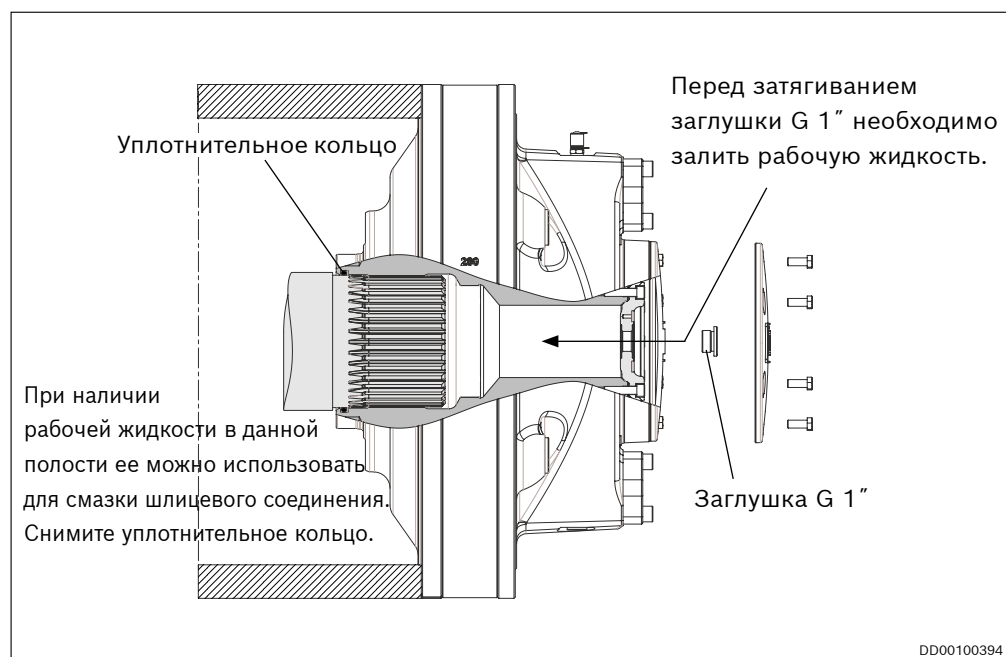

Рис. 44. Мотор, установленный на фланце, вал расположен горизонтально
2. Залейте рабочую жидкость в резьбу G 1". См. *Рис. 44.*